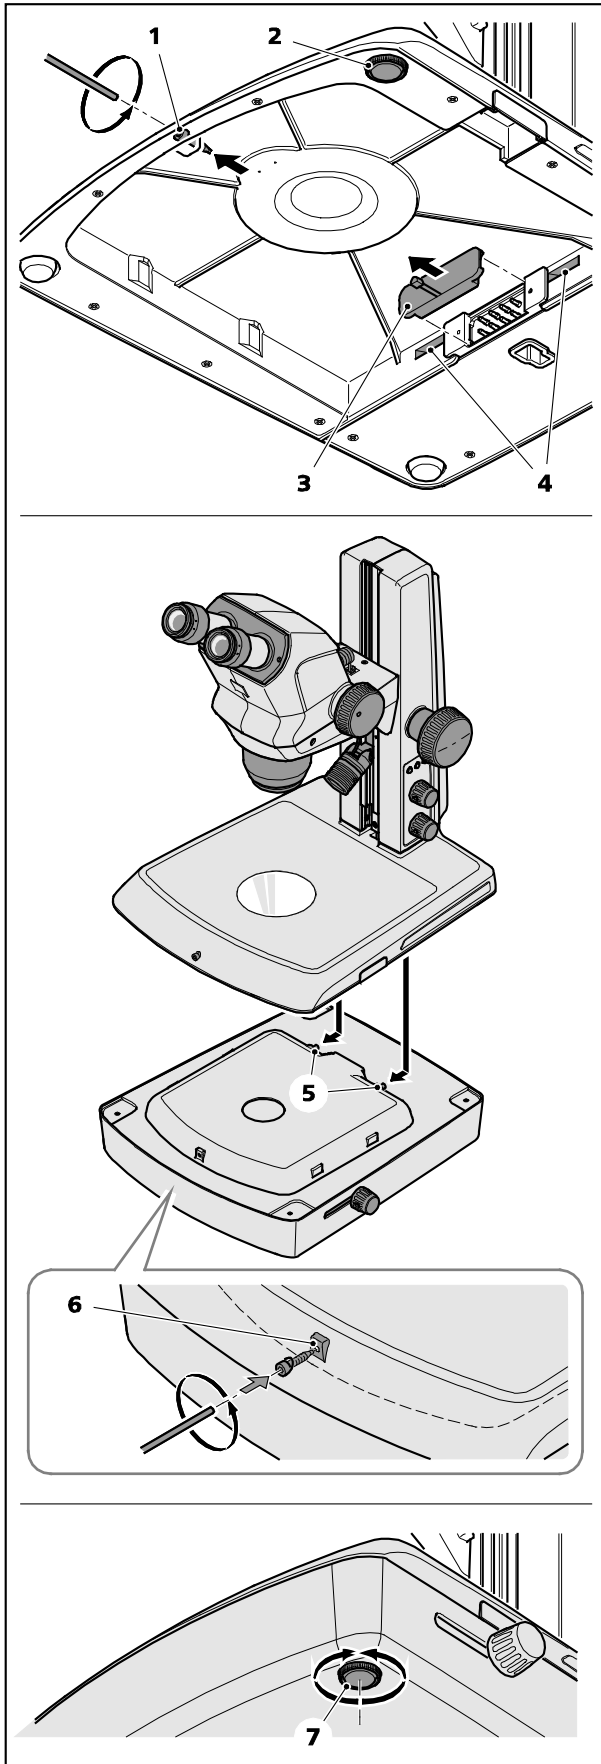

Fig. 3 Montaje de la unidad diascópica M LED
- Destornillar el tornillo Allen SW 3 (Fig. 3/1) ubicado en la parte frontal del estativo y colocarlo a un lado.
- Atornillar completamente la pata del estativo (Fig. 3/2) que sirve para el ajuste de altura.
- Retirar la cubierta (Fig. 3/3).
- Desde atrás, colocar cuidadosamente el estativo sobre la unidad diascópica y desplazarlo hacia delante, hasta que la placa del estativo y la carcasa de la luz diascópica queden alineadas. Las dos lengüetas (Fig. 3/5) deberán encajar en los orificios (Fig. 3/4).
- Atornillar el tornillo Allen SW3 en la rosca (Fig. 3/6) de la unidad diascópica y apretarlo a mano.
- Volver a colocar horizontalmente el estativo, ajustando, de ser necesario, la pata de la unidad diascópica (Fig. 3/7) para que adquiera estabilidad.